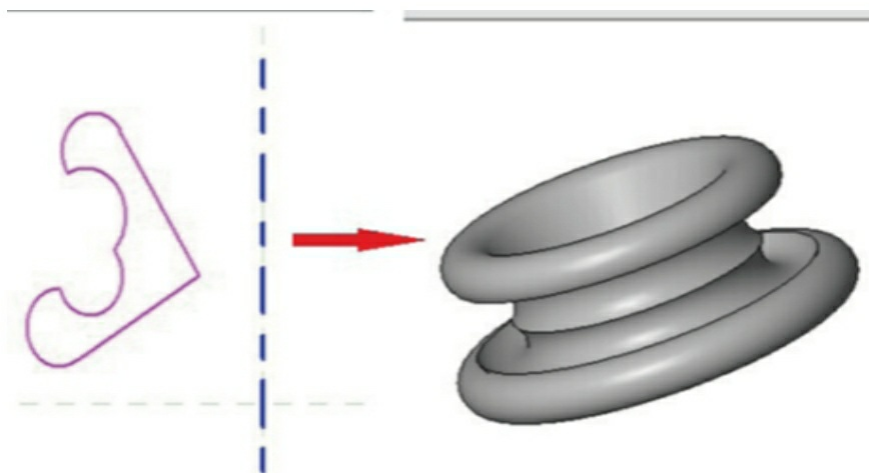

图7-62
(3) 完成边界线和轴线的绘制后，单击“完成”按钮，完成旋转建模。可以切换到三维视图查看建模的效果，如图7-62所示。